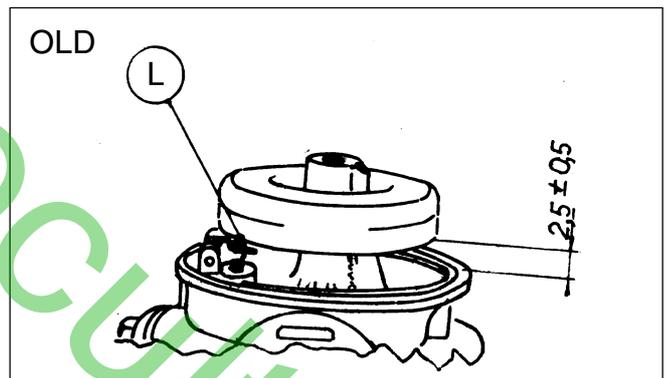

Fig. 16
- Contrôler le niveau du flotteur comme suit: retourner le corps du carburateur avec le flotteur monté et contrôler le jeu entre le corps et le flotteur du côté opposé à l'articulation. Le jeu devrait être de 3/32" (2,5 mm +/- 0,5) (voir Fig. 16).
**ATTENTION** - il existe en production des flotteurs en plastique avec lesquels il n'est pas possible de régler le niveau. Si la mesure de la Fig. 16 n'est pas respectée, il faut remplacer le flotteur.
Pour les carburateurs produits précédemment, on utilisait une cote de réglage de la hauteur du flotteur comme indiqué aux fig. 16 et 23.